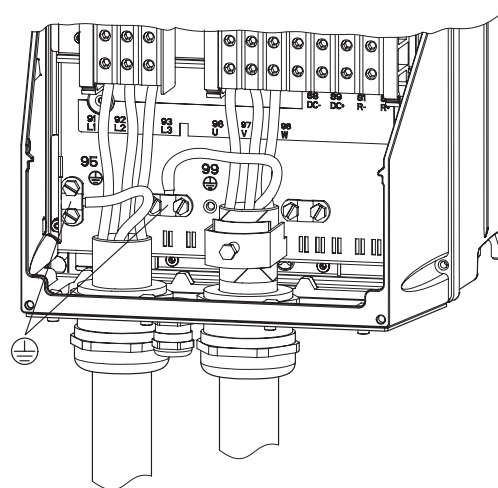

Рис. 26 Подключение питания и двигателя, С1 и С2
1. Подключите заземляющий провод к клемме 95 (РЕ). См. рис. 26.
1. Подключите заземляющий провод к клемме 99 (РЕ). См. рис. 26.
2. Подключите провода питания электродвигателя к клеммам 96 (U), 97 (V), 98 (W).